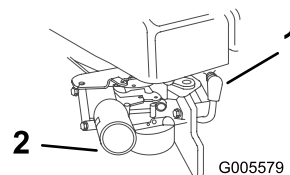

Figura 12
1. Conecte el cable de la bujía (Figura 12).
3. Pulse el cebador tres veces, esperando un segundo entre pulsaciones (Figura 12).
2. Desconecte el cable de la bujía (Figura 12).